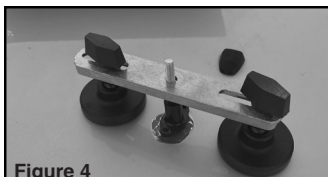

Figure 4
- Placer la barre horizontale (5) sur la tirette, en réglant les ajusteurs (6) à la longueur souhaitée. Voir figure 4. Visser l'écrou à oreilles (7) sur l'extrémité de la tirette. Continuer à tourner l'écrou à oreilles jusqu'à ce que la bosse soit soulevée. Arrêtez lorsque la bosse revient au niveau normal de la surface. Voir figure 5.
- Détachez l'écrou à oreilles et retirez la barre horizontale et la tirette de la surface. Appliquez deux gouttes d'alcool isopropylique (non inclus) à l'endroit où la colle a séché. Utilisez le grattoir en plastique (8) pour décoller le morceau de colle ramolli.